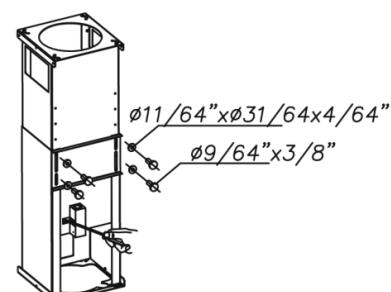

Fig. 3
- Regular la longitud de la estructura telescopica y fijar las dos piezas con 8 tornillos y arandelas. Tener en cuenta que la distancia mínima desde el plano de trabajo a la base de la campana no debe ser inferior a 22" (Fig. 3).
- Extienda tres cables, dos de alimentación y uno de tierra, desde la caja de empalmes de la campana hasta una caja de empalmes próxima al lugar de instalación. Ver Fig. 3